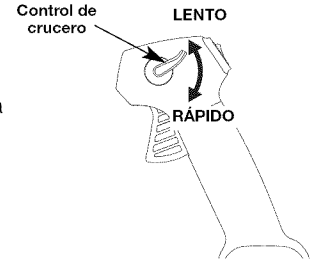

Fig. 15
- Una vez que el motor haya arrancado y esté caliente, oprima el gatillo para acelerar la unidad según sea necesario (Fig. 15).
- Para períodos de funcionamiento más prolongados y para eliminar la posibilidad de fatiga en el dedo, mueva el control de crucero hacia la posición **RÁPIDO** para aumentar poco a poco o mantener la velocidad del motor de la unidad (Fig. 15). Cuando se oprima el control de crucero, el gatillo retrocederá hacia la manija.
- Para disminuir la velocidad del motor, mueva el control de crucero hacia la posición **LENTO** y el gatillo regresará a la posición de marcha en vacío (Fig. 15).
- Use el control de crucero (Fig. 15) para mantener el gatillo oprimido mientras esté trabajando para facilitar el funcionamiento continuo.